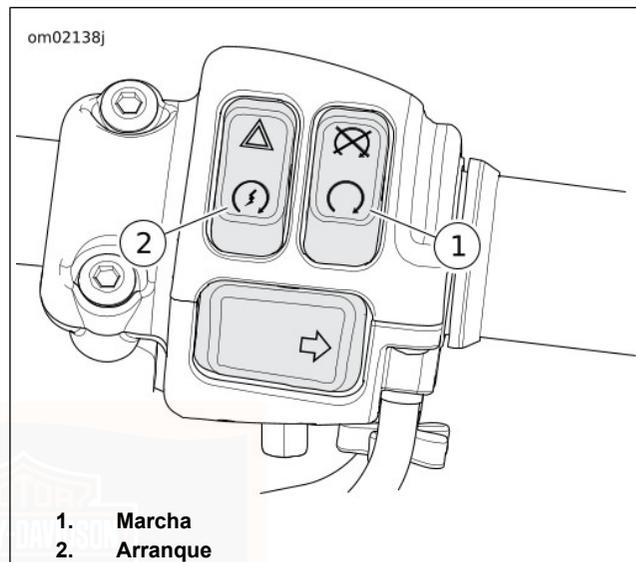

Figura 35. Interruptores de control del manillar derecho
2. Vea Figura 35. Gire el interruptor de apagado/marcha (OFF/RUN) a la posición de marcha (1).